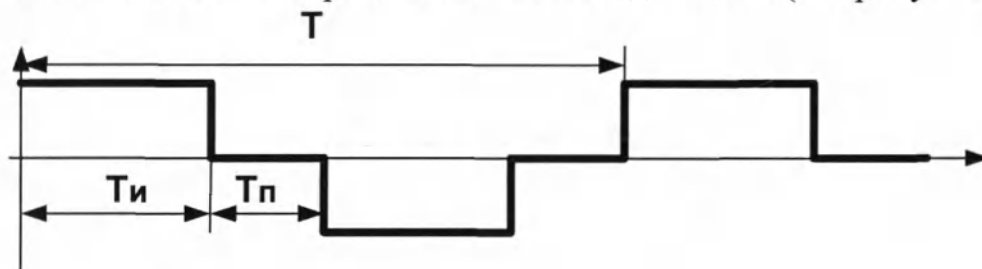

Рисунок 6 – Осциллограмма выходного сигнала аппаратов в режиме 4
2.3.4.4 **Режим 4:** вибрация сильного воздействия (см. рисунок 6).